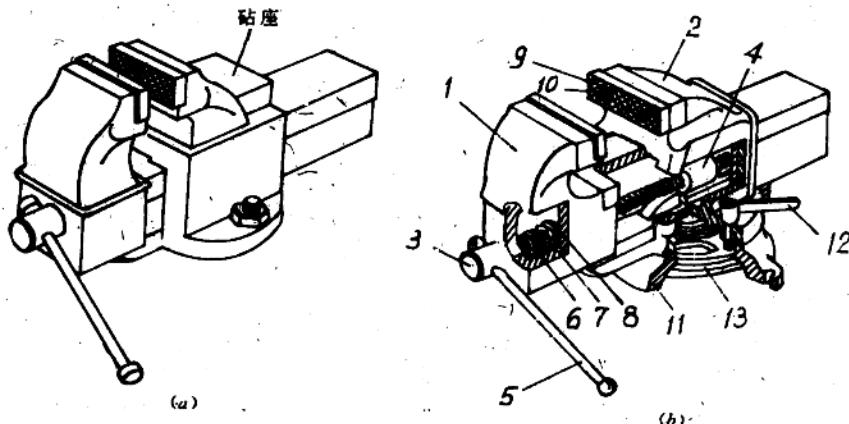

图 1-1 台虎钳
(1) 台虎钳(图1-1)它是用来夹持工件的通用夹具。有固定式和回转式两种结构。其规格是用钳口的宽度表示，有100毫米(4英吋)；125毫米(5英吋)；150毫米(6英吋)等。
① 回转式台虎钳的结构(图1-1(b))